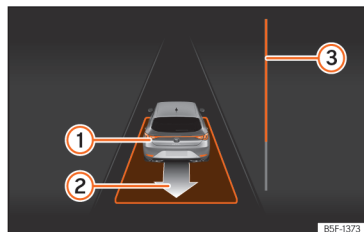

Abb. 201 Am Bildschirm des Kombi-Instruments: parallel zur Fahrbahn ausparken.
- Fahren Sie rückwärts, bis das Dauertonsignal des ParkPilot ertönt; **ODER:** fahren Sie zurück, bis am Bildschirm des Kombi-Instruments die Anzeige zur Vorwärtsfahrt erscheint. Die Fortschrittsanzeige **»» Abb. 201 ** zeigt den zurückzulegenden Abstand an **»» Seite 304**.